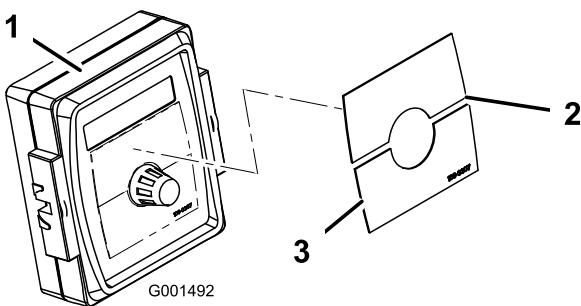

Figura 4
- Coloque o autocolante Spray Pro no monitor (Figura 4).